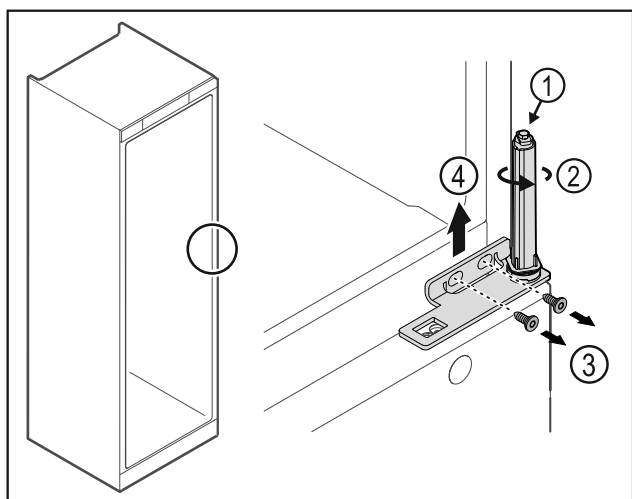

Fig. 27
- ▶ Ärge võtke ukseelukustussüsteemi lahti Fig. 27 (1).
- ▶ Keerake sulgemissüsteemi Fig. 27 (2), kuni see klõpsub.
- ▶ Vabastage kruvid Fig. 27 (3), võtke šarniirnergik ülespoole maha Fig. 27 (4).